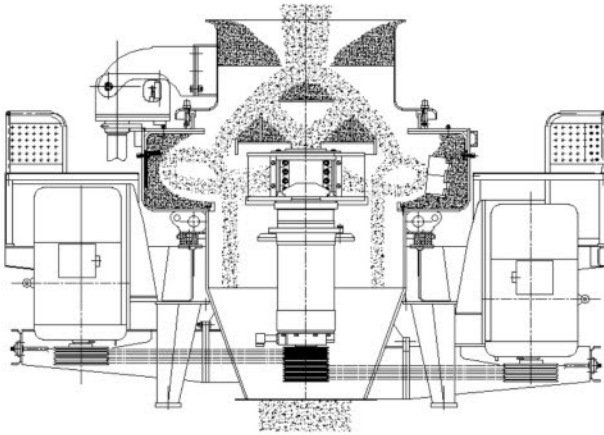

图4-1 中心进料伴随瀑落料
1.中心进料伴随瀑落料“石打石”工作原理（图4-1左半部）
2.中心进料伴随瀑落料 “石打铁” 工作原理 (图4-1右半部)